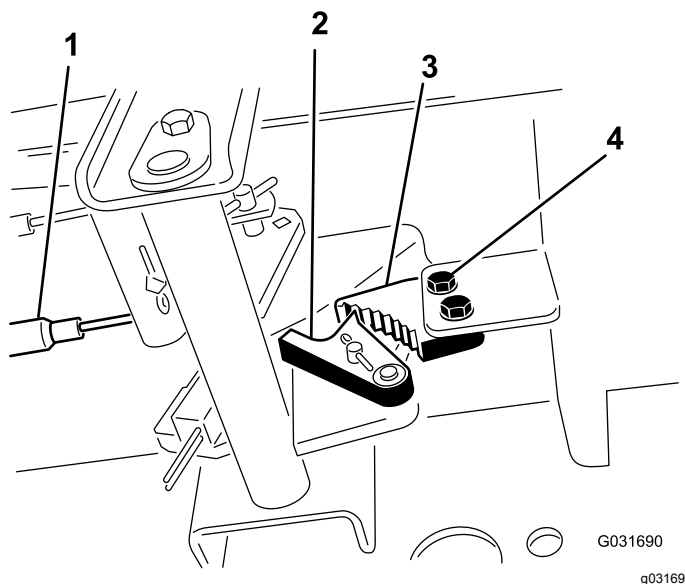

Bild 73
1. Lösen Sie die zwei Schrauben, mit denen die Sperre der Feststellbremse am Rahmen befestigt ist (Bild 73).
2. Drücken Sie das Pedal der Feststellbremse nach vorne, bis der Bremsauslöser ganz an der Bremsperre greift (Bild 73).